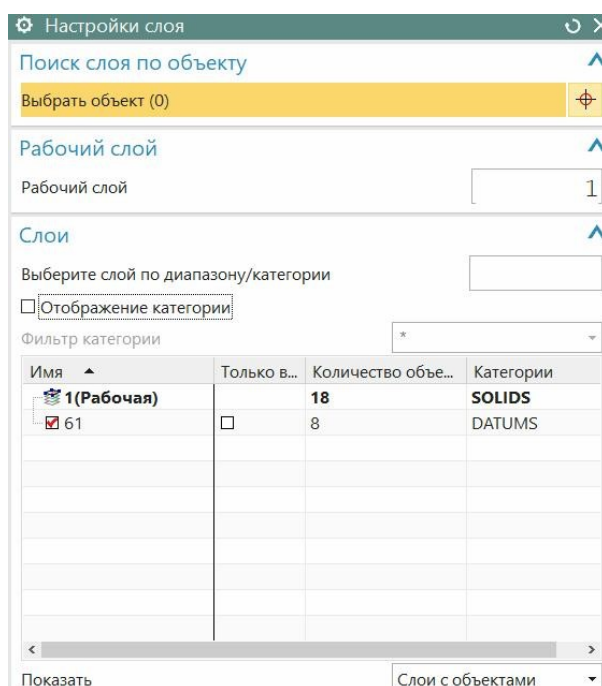

рис.99
- Это, собственно, главная команда в расслоении ваших моделей. По этой команде выпадает большое диалоговое окно рис.99.